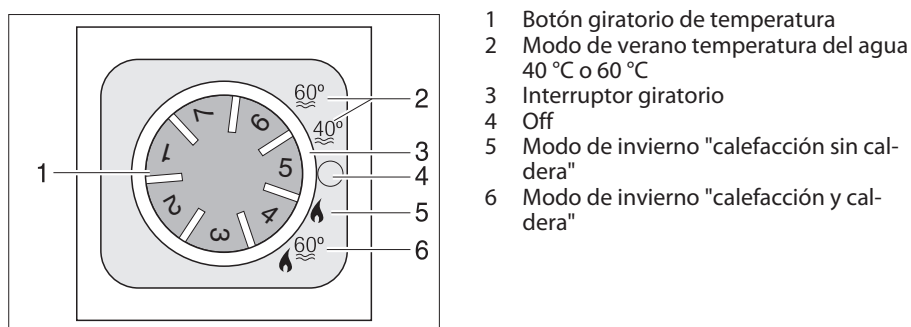

Fig. 168 Unidad de mando para la calefacción/caldera
- Ajustar el modo de funcionamiento con el interruptor giratorio (Fig. 168,3).
Según la temperatura ambiente deseada, la calefacción selecciona automáticamente la potencia de quemador necesaria. Cuando se alcanza la temperatura ambiente deseada se desconecta el quemador. El sensor de temperatura situado junto al panel mide la temperatura del ambiente. En el modo de funcionamiento "calefacción y caldera" (Fig. 168,6), se calienta también el agua de la caldera. En el modo "calefacción sin caldera" (Fig. 168,5), la calefacción puede funcionar con la caldera vacía.
- Girar el botón giratorio de temperatura (Fig. 168,1) de la unidad de mando al nivel deseado.
- Situar el interruptor giratorio (Fig. 168,3) en el modo invierno "calefacción sin caldera" (Fig. 168,5) o en modo invierno "calefacción y caldera" (Fig. 168,6).
- Ajustar el interruptor giratorio (Fig. 168,3) en "O" (Fig. 168,4).
La combinación de los funcionamientos a gas y con electricidad a 230 V acorta el tiempo de calentamiento (esto solo es posible si en la unidad de mando (Fig. 168) la calefacción se encuentra ajustada en modo de invierno).